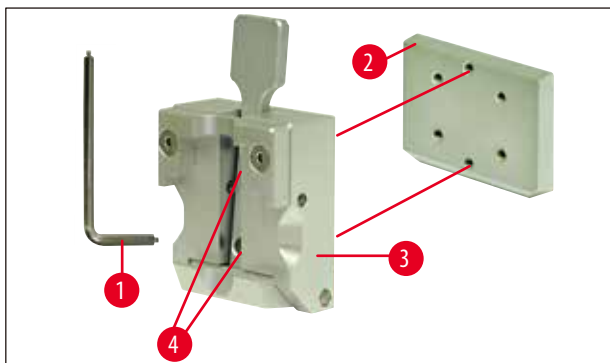

Рис. 10
3. Для снятия направляющей в виде ласточкина хвоста (→ Рис. 10-2) с держателя (→ Рис. 10-3) образца выкрутите два винта (→ Рис. 10-4) из направляющей в виде ласточкина хвоста (→ Рис. 10). Здесь также используется ключ для болтов с внутренним шестигранником с ручкой SW 3.